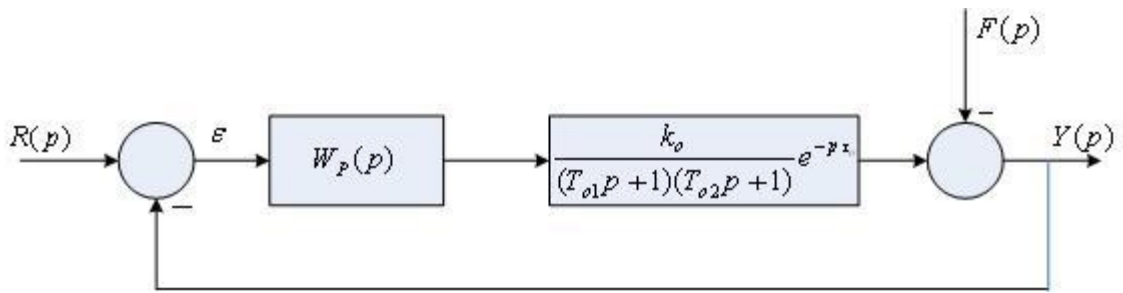

Рис. 2. Структурная схема САУ
4. Настройте параметры ПИД – регулятора по временному модифицированному методу Зиглера – Никольса системы, состоящей из функционально необходимых элементов. Структурная схема системы приведена на рис. 2, исходные данные для первого варианта – в табл. 2.
4. Настройте параметры ПИД – регулятора по частотному методу Зиглера– Никольса системы, состоящей из функционально необходимых элементов. Структурная схема системы приведена на рис. 2, исходные данные для первого варианта – в табл. 4.